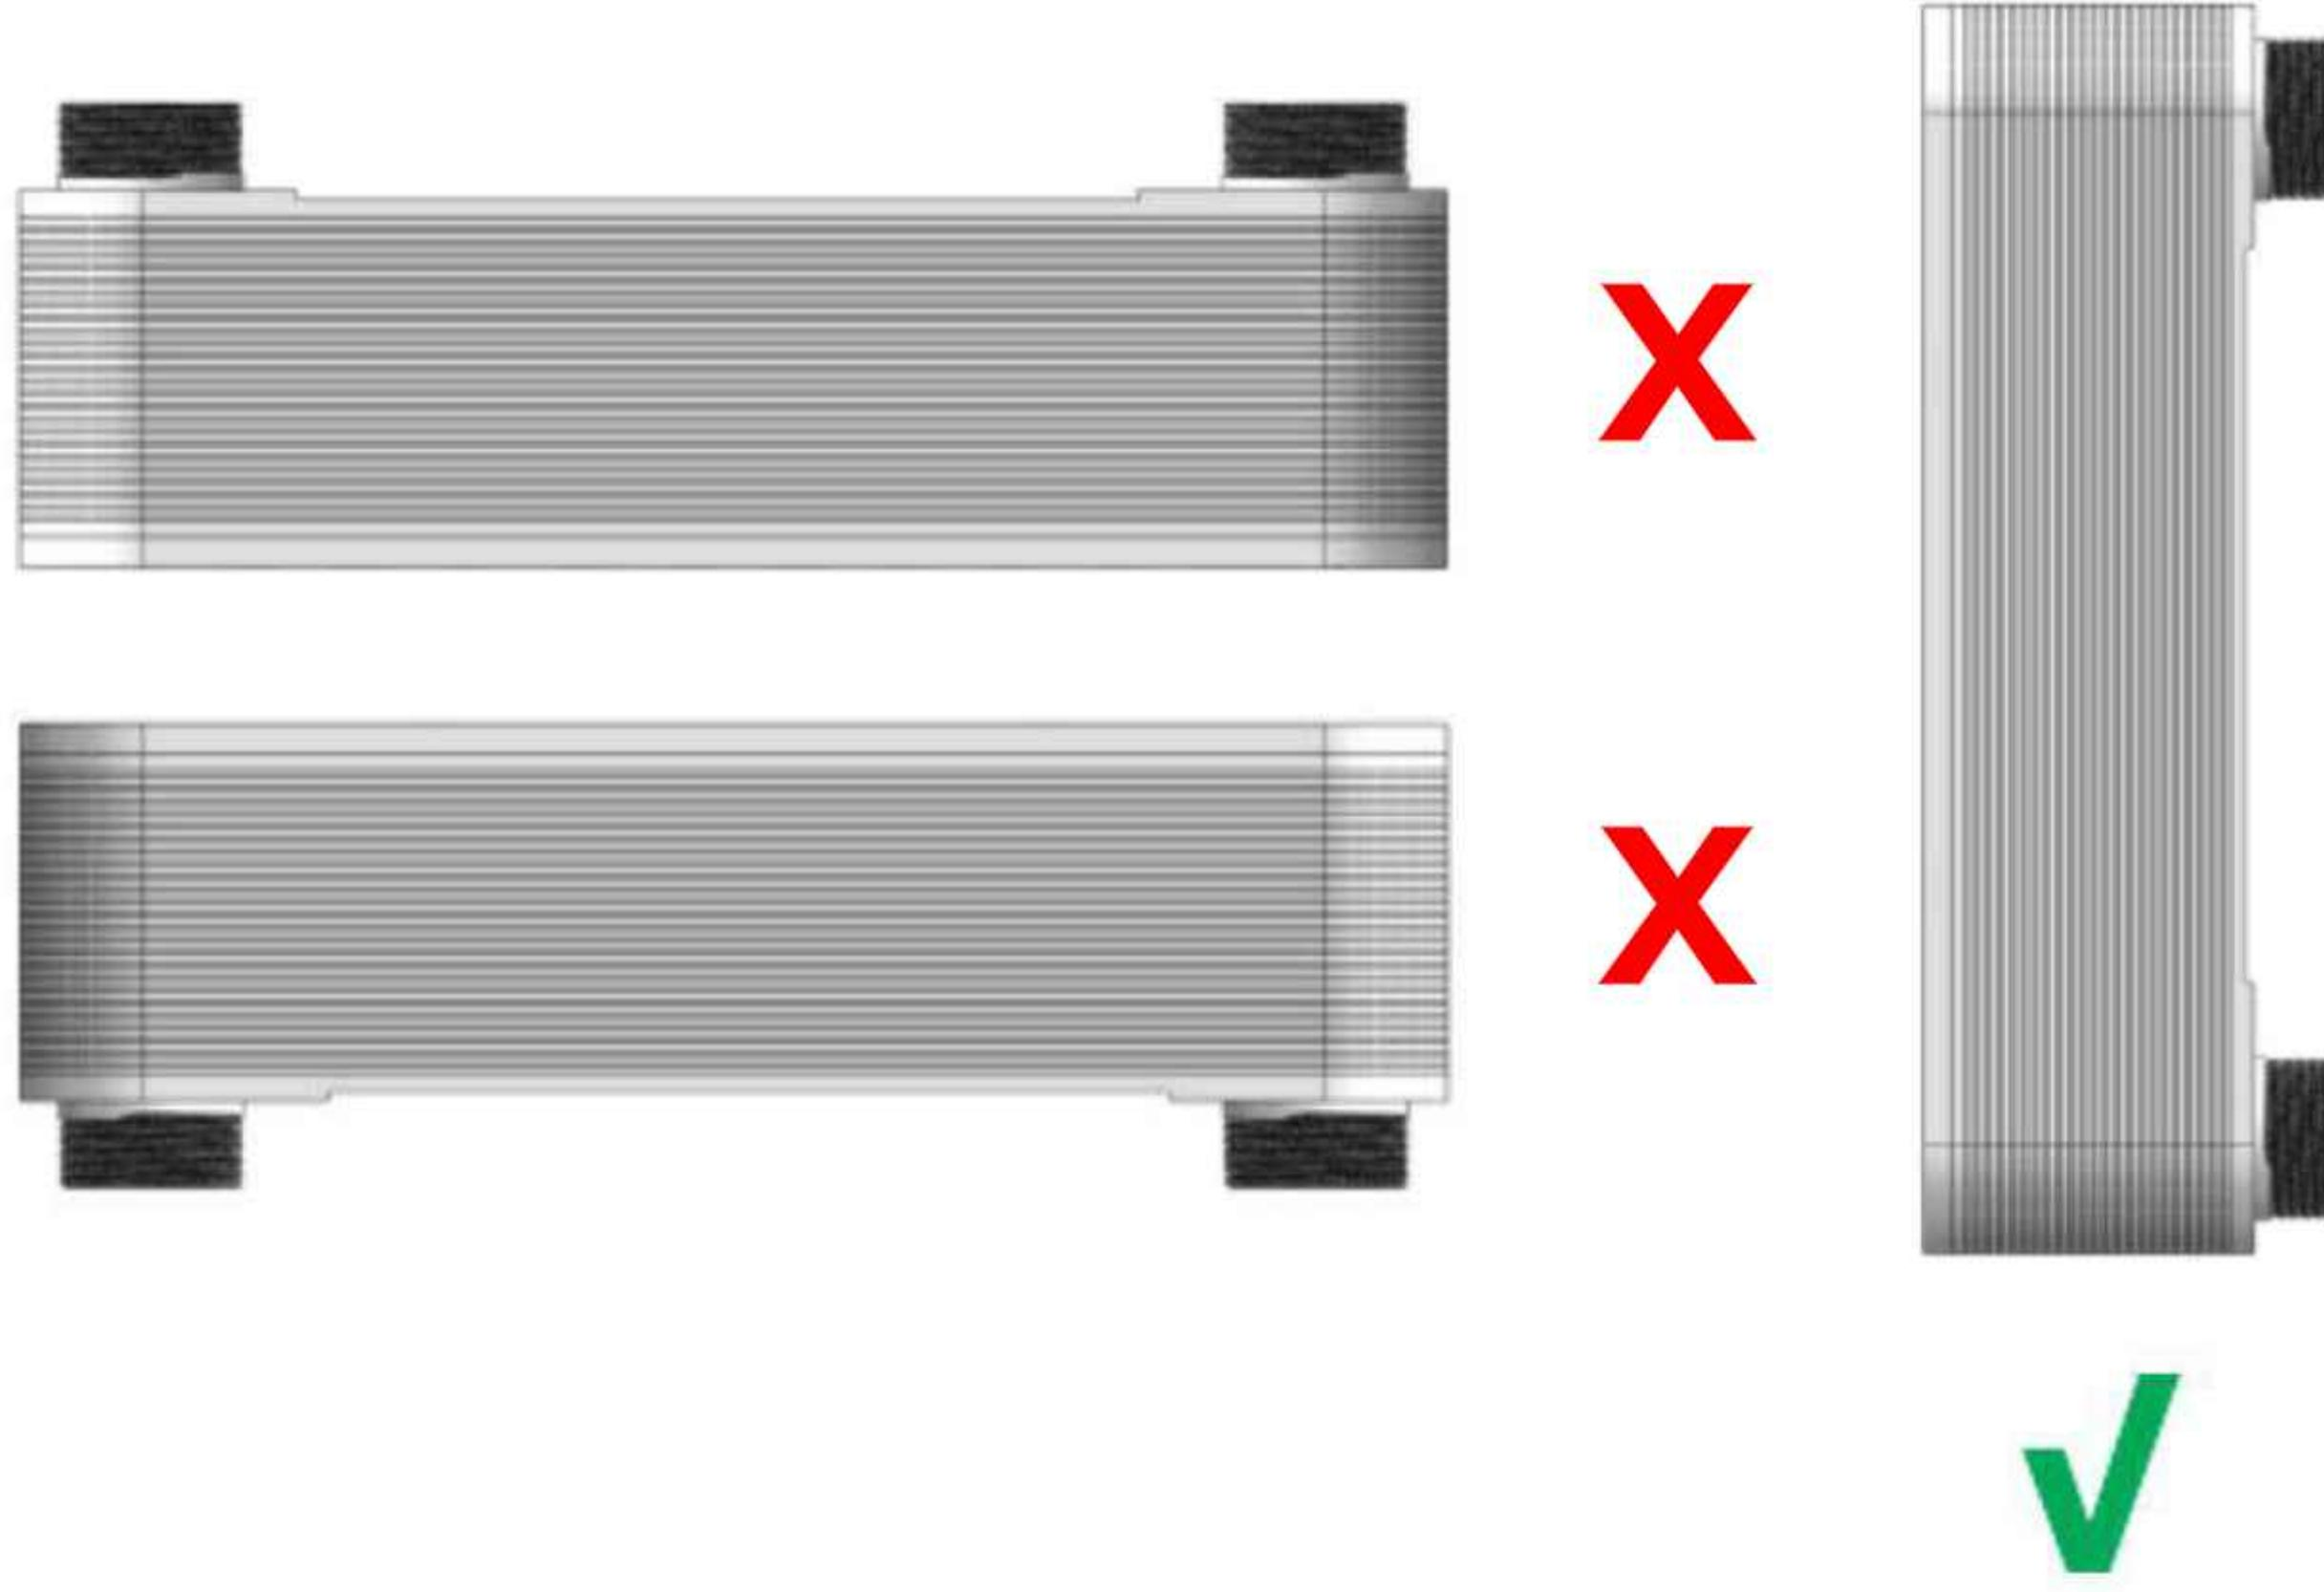
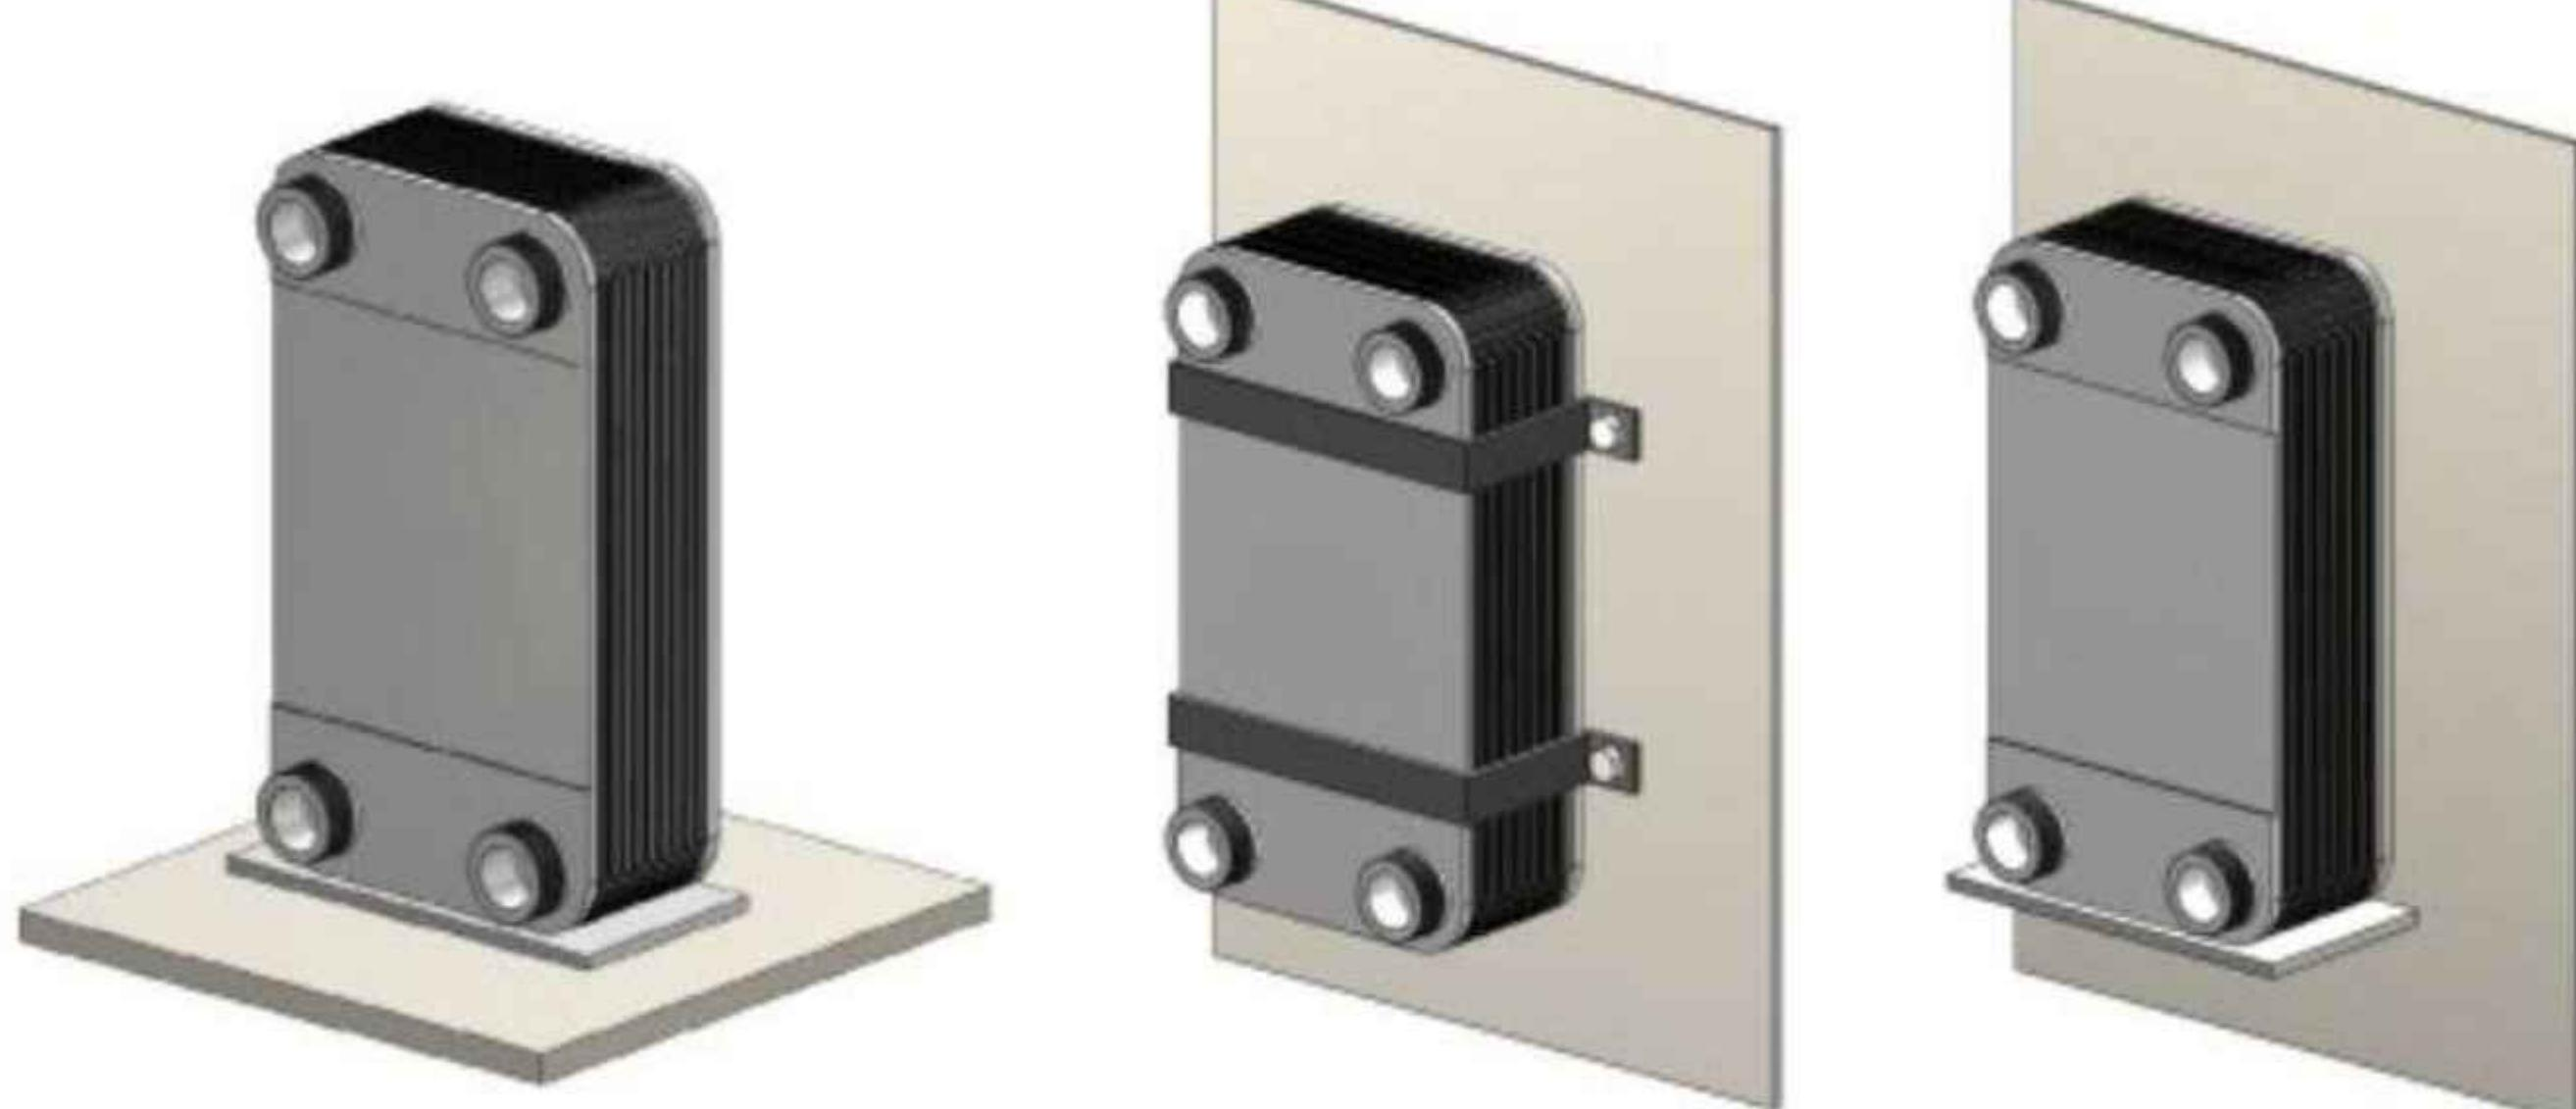
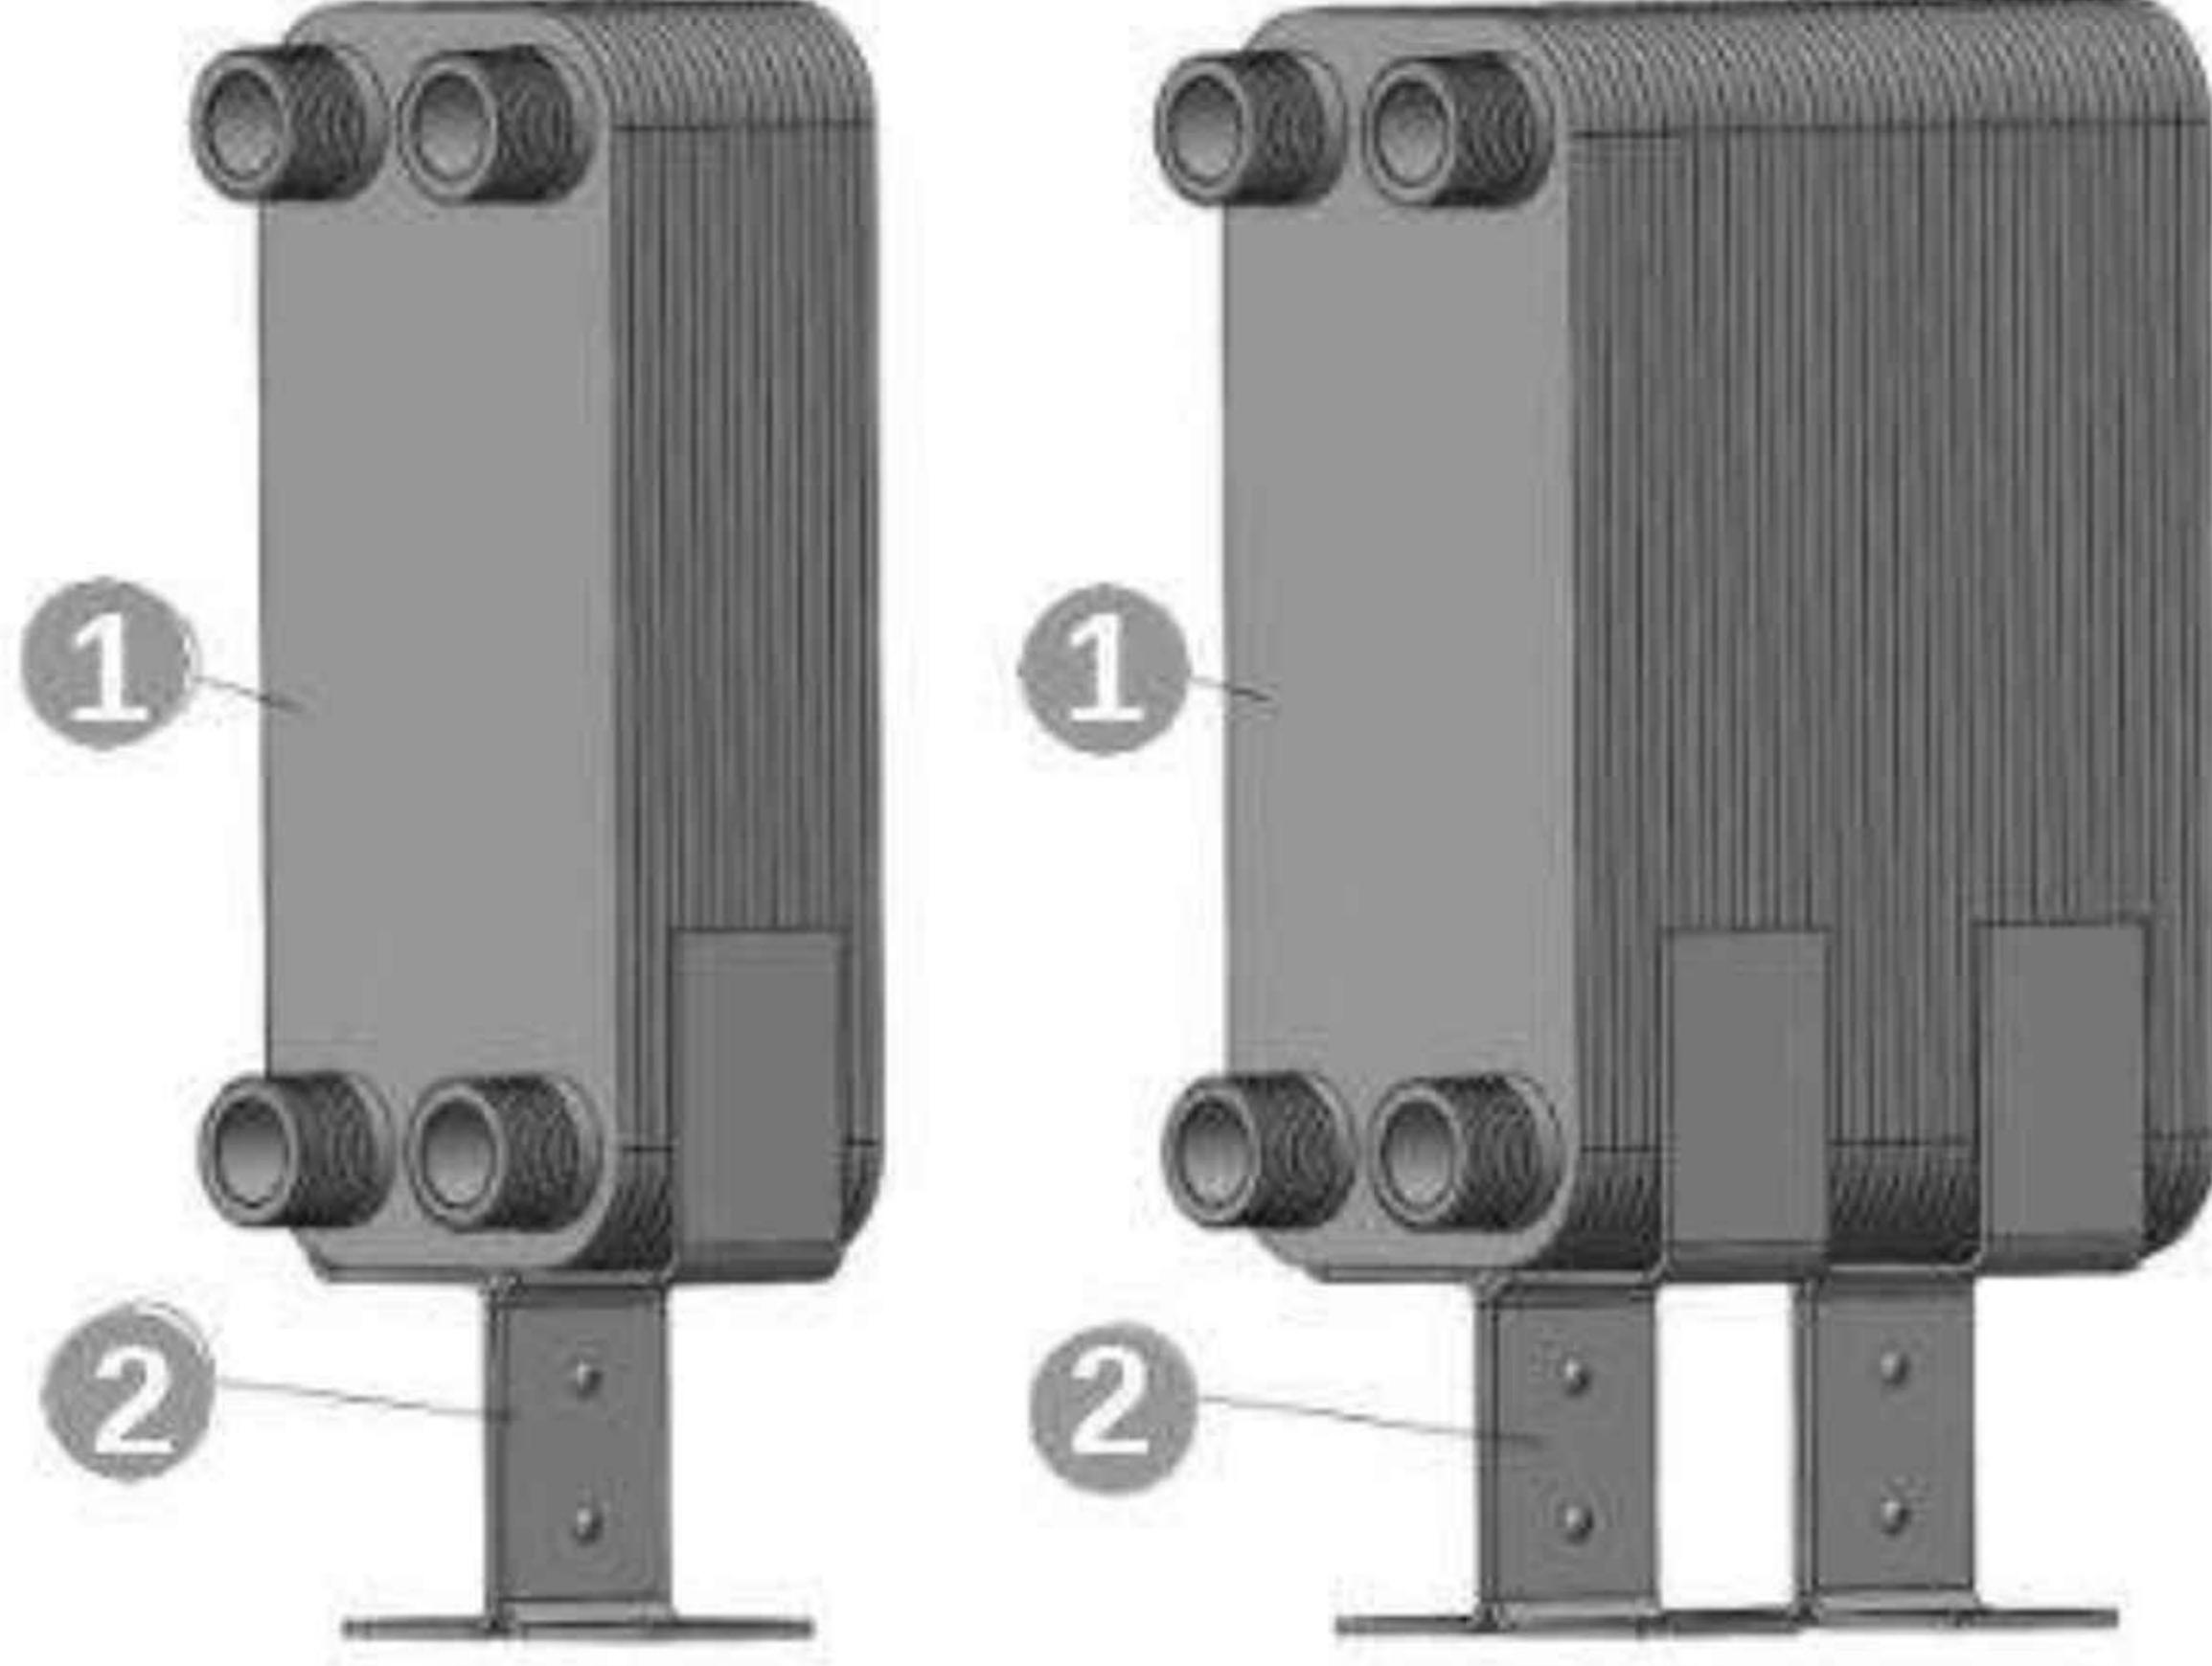

Рис. 3
Рис. 4
Рис. 7
Теплообменники необходимо монтировать так, чтобы обеспечить простоту технического обслуживания и контроля, а также, чтобы предотвратить передачу вибраций и напряжений, возникающих в системе, на присоединительные патрубки теплообменника, **рис. 4**. Рекомендованный способ монтажа теплообменников представлен на **рис.3**. Для монтажа теплообменников с количеством пластин (N) более 30 требуется использовать опору, а если количество пластин (N) превышает 60 - две опоры, **рис. 7**.
При использовании теплообменника в системе теплообменников или в системах, в которых меняется фаза сред, теплообменник должен быть установлен вертикально в соответствии с **рис. 3**.